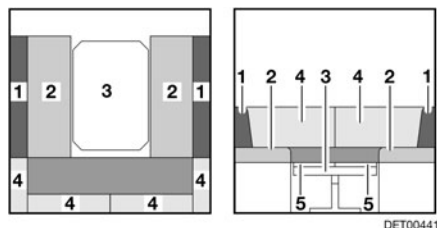

Fig. 95 Durante la transformación
- Extraer los somiers (Fig. 95,5).
- Tirar de los cojines del asiento (Fig. 95,2) hacia el centro.
- Colocar los cojines del respaldo (Fig. 95,1) entre los cojines del asiento y la pared exterior.
- Quitar los cojines del respaldo (Fig. 95,4) y ponerlos a un lado.